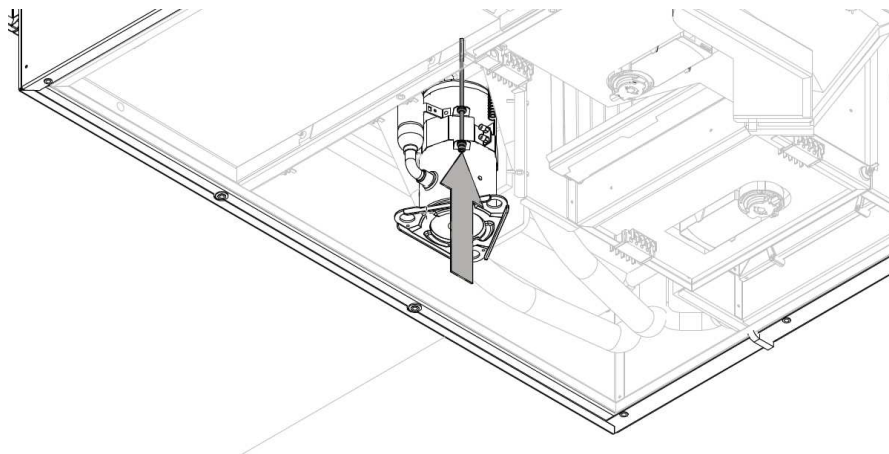

Abbildung 22: Transportsicherung
2. Suchen Sie die Transportsicherung, siehe Abbildung 22.